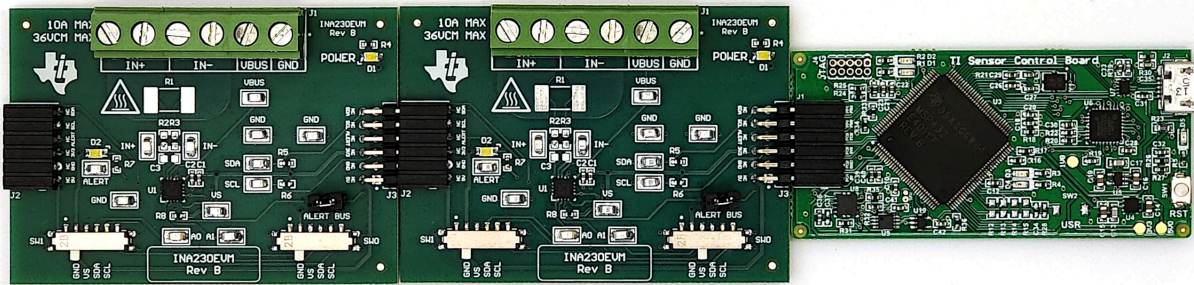

图 2-2. 多个 EVM 连接到 SCB 控制器
- 连接相同类型的多个 EVM 时，请参阅图 2-2。
如果使用多个 EVM, 如 图 2-2 所示进行连接。确保对每个器件使用不同的 I2C 地址。GUI 最多仅支持总共 4 个 EVM。